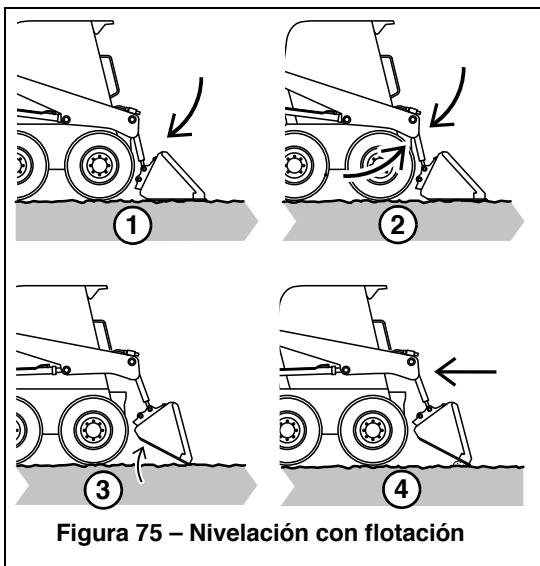

Figura 75 – Nivelación con flotación
1. (Figura 75) Baje la cuchara al suelo.